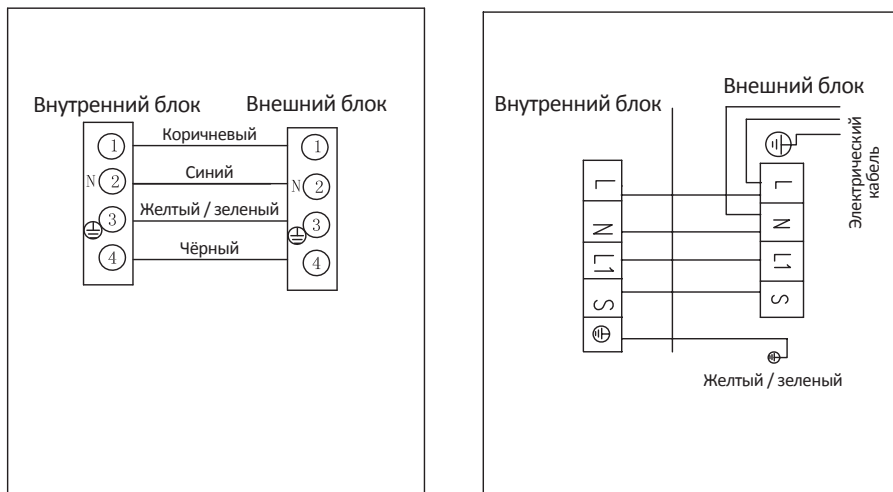

Рис. 14
- Подключите кабель питания и сигнальный межблочный кабель отдельно к соответствующим клеммам (см. рис.14; рис.12)
- Подключите соединительные провода сигнального кабеля к соответствующим терминалам. (Рис.14)